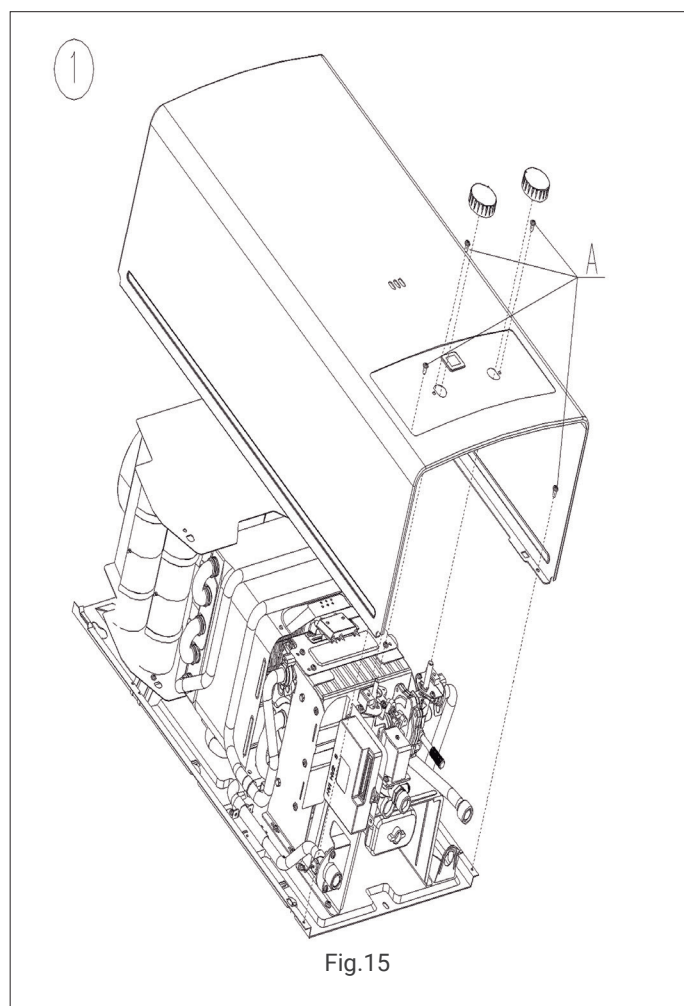

Fig.15
1. Fechar o fornecimento de gás e de água. Retirar os 4 parafusos e o manípulo do painel frontal do aparelho (fig.15, etapa A) e retirar a tampa frontal; o técnico deverá deslocar a tampa frontal para baixo e soltar a ligação do clipe, e depois deslocar para cima para sair do trilho.